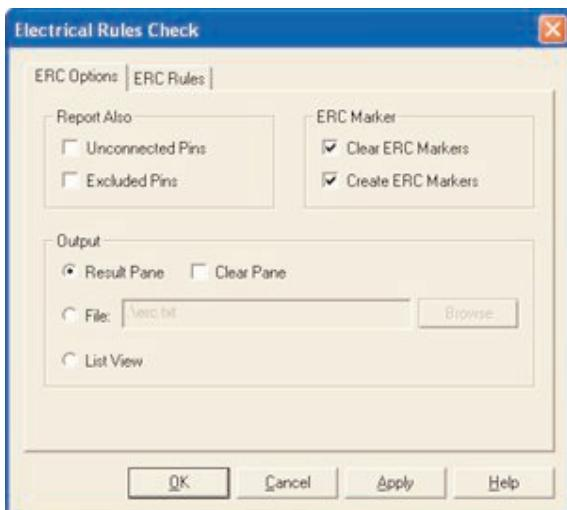

Рисунок 23 – Закладка Опции проверки
2. Настройте параметры отчета на закладке Опции проверки (ERC Options), рисунок Рисунок 23.